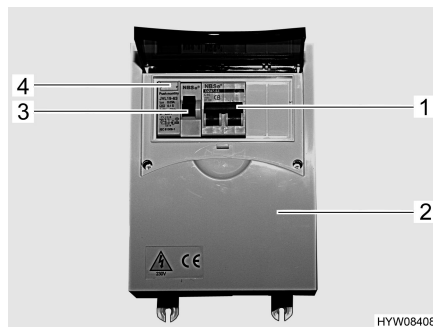

Fig. 47 Coffret de fusibles 230 V avec disjoncteur de protection de circuit et disjoncteur FI
- Couper le disjoncteur de protection de circuit (Fig. 47,1) dans le coffret de fusibles (Fig. 47,2).
- Quand le véhicule est raccordé sur l'alimentation 230 V, appuyer sur la touche de contrôle (Fig. 47,4) du disjoncteur différentiel (disjoncteur FI) (Fig. 47,3) dans le coffret de fusibles (Fig. 47,2). Le disjoncteur différentiel doit se déclencher.
- Réarmer le disjoncteur différentiel (Fig. 47,3).